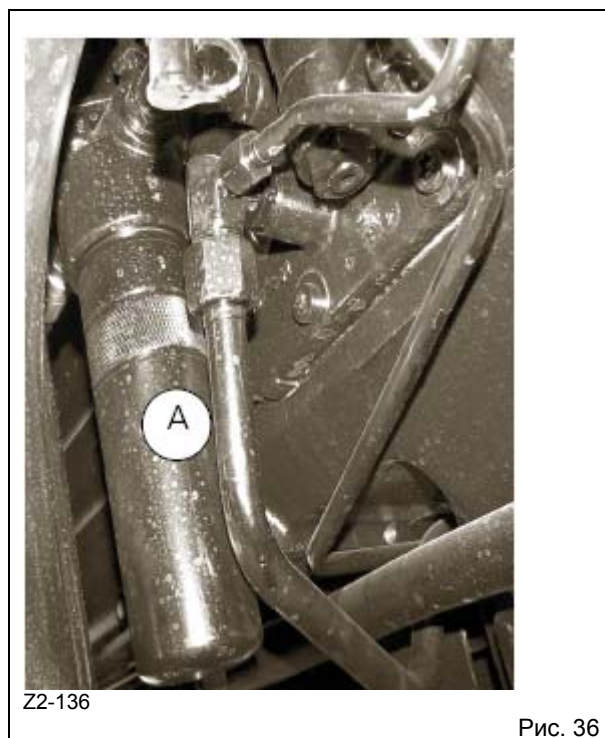

Рис. 36
5.12.2 "Определение нагрузки двойной подачи" фильтр поз. А, рис. 36